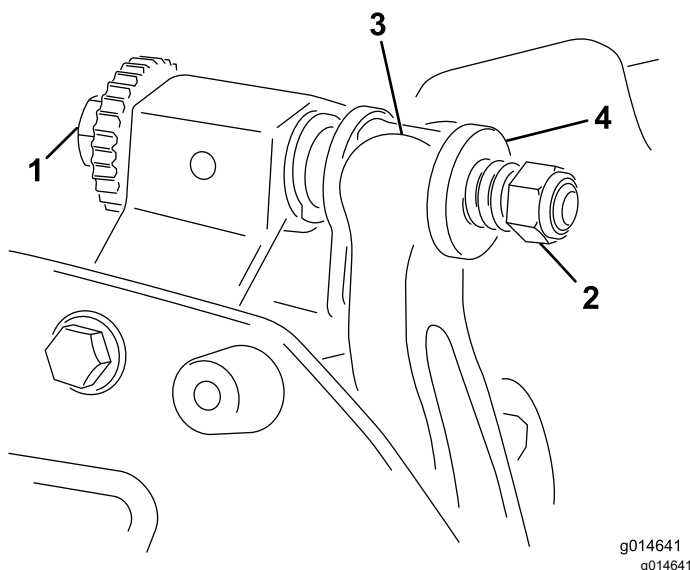

Рисунок 20
чтобы отвести неподвижный нож от барабана (Рисунок 20).
2. Отвинчивайте гайку натяжения пружины до тех пор, пока шайба больше не будет нажимать на планку неподвижного ножа (Рисунок 20).
1. Установите планку неподвижного ножа, расположив монтажные проушины между шайбами и регулировочным винтом планки неподвижного ножа (Рисунок 20).